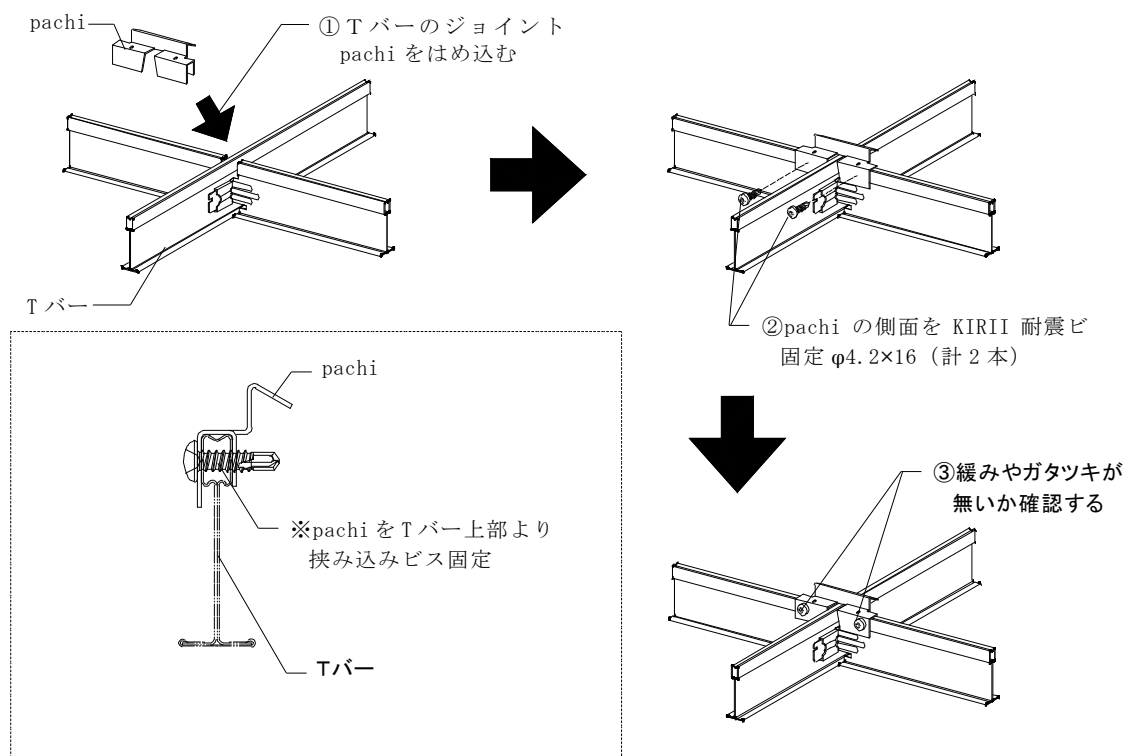

図2-4-6 Tバーの接続部補強
⑥Tバーの交差部(ブレース下部取付金具をメインクロスTバー方向に設置する箇所以外)にジョイント補強金具 (pachi)をTバーの上側からはめ込み、ビス2本にて固定する。(図 2-4-6 参照)